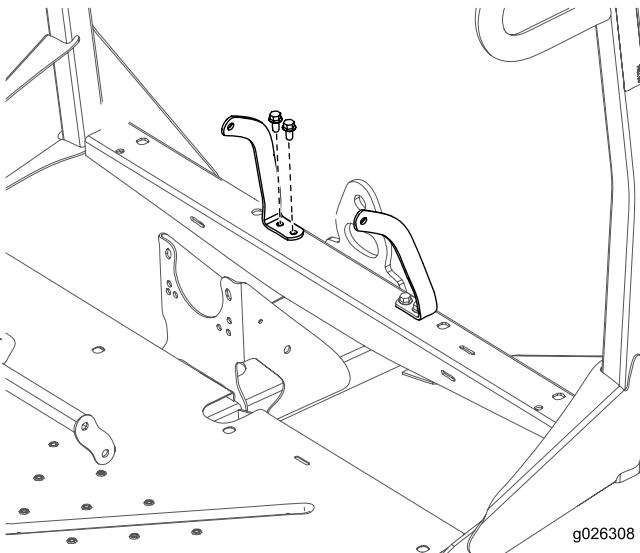

Figura 8
- Prenda fixação do cinto de segurança esquerdo e direito na estrutura frontal com 4 parafusos (3/8 x 3/4 pol.) e 4 porcas (3/8 pol.) como se mostra na Figura 8.